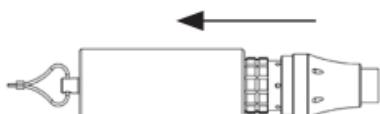
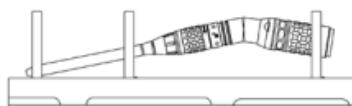

Figure 1
Figure 2
Remarque : Avant d'utiliser le panier de nettoyage et de stérilisation G1 pour la première fois, attacher le manchon du connecteur sur le panier en l'encliquetant sur la structure de support interne (Figure 2). Le manchon du connecteur doit rester avec le panier pour utilisation ultérieure.
- Détacher le manchon du connecteur se trouvant sur le connecteur de la pièce à main (Figure 1). Remettre le manchon du connecteur dans son support et poser le connecteur de la pièce à main dans le fond du panier.
Avertissement : Le manchon du connecteur de la pièce à main doit être retiré du connecteur de la pièce à main avant la stérilisation (Figure 1). Consulter le schéma de chargement du panier de nettoyage et de stérilisation G1 pour connaître les configurations validées de chargement. Les accessoires courbes doivent être chargés dans l'orientation correcte, tel qu'ilustré à la Figure 2.